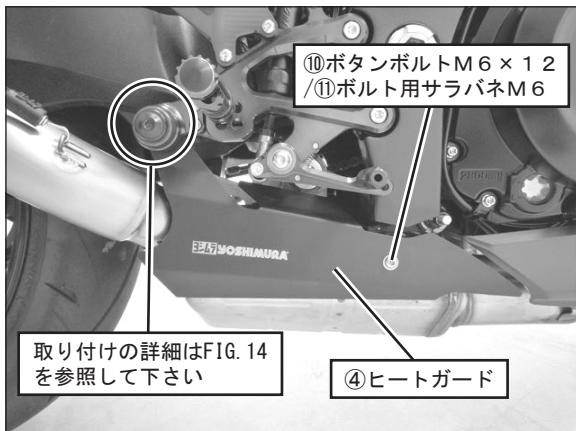

FIG. 13
11. ④ヒートガードを⑩ボタンボルトM6×12、⑪ボルト用サラバネM6、純正ボルト、純正ワッシャ、純正ナットを使用して取り付け、規定トルクで締め付けて下さい。（FIG. 13, 14参照）